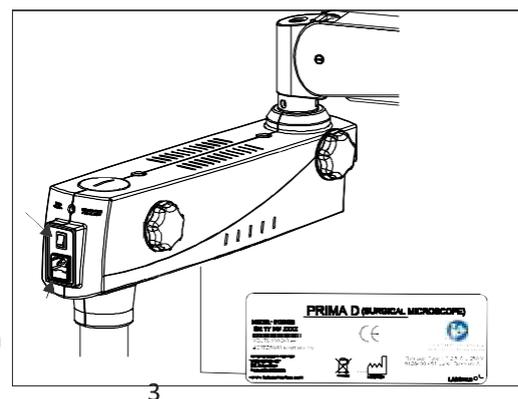

Fig. 7
Schließen Sie das Netzkabel an die Wechselstrom-Eingangsbuchse (2) auf der Rückseite des Schwenkarms an, wie in Abbildung 7 gezeigt. Schalten Sie die Stromversorgung über den Ein-/Aus-Schalter (1) ein.
Hinweis: Die Stromversorgung ist für den universellen Eingang von 100V - 240V AC, 50/60Hz ausgelegt. Zum Einstecken befolgen Sie die Anweisungen auf dem elektrischen Etikett unten am Arm, wie hier in Abbildung 7 (3) gezeigt.
9.1 ON/OFF-SCHALTER (WIE IN ABBILDUNG 7 OBEN ALS 1 GEZEIGT)